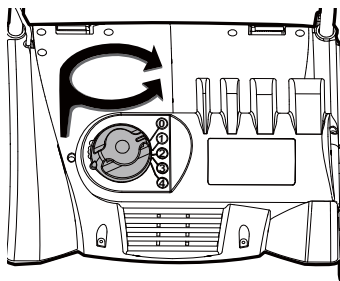

Fig.15
- > Tirez le bouton de réglage de hauteur vers le haut et tournez-le jusqu'à la position voulue. (Fig.15)